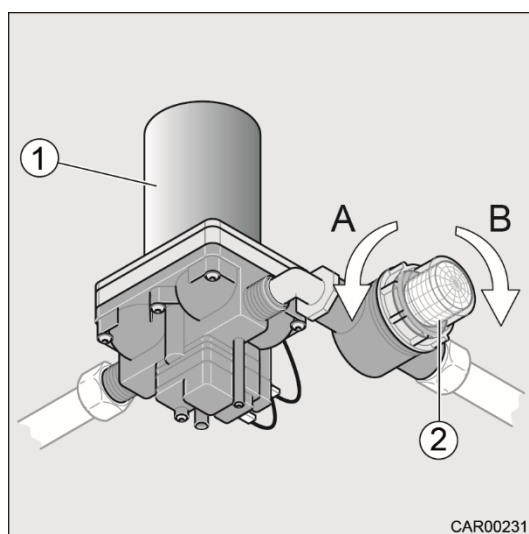

Fig. 176 Pompe refoulante
- Si lors de la première mise en service de la pompe refoulante (Fig. 176/1), le réservoir d'eau fraîche n'est pas nettoyé, des copeaux résiduels provenant de la production risquent d'endommager la pompe refoulante (Fig. 176/1).
Le camping-car est équipé d'un système d'alimentation en eau sous pression. La pompe refoulante (Fig. 176/1) est accessible depuis une trappe de rangement du côté gauche du véhicule.
Un préfiltre (Fig. 176/2) protège la pompe refoulante et le circuit hydraulique de la poussière et retient les particules en suspension. Ce préfiltre comprend un tamis métallique à fines mailles inoxydable. Le couvercle du préfiltre est transparent. Cela permet de voir facilement si le préfiltre est sale.
2. Dévisser le couvercle du préfiltre (Fig. 176/2) dans le sens anti-horaire (A) et le retirer (fermeture à baïonnette).
5. Nettoyer le boîtier du préfiltre (Fig. 176/2) et le tamis métallique.
6. Remettre le couvercle du préfiltre (Fig. 176/2) en place et le tourner dans le sens horaire (B).
- Serrez le couvercle du préfiltre (Fig. 176/2) à la main.
- En cas de chute de pression aux points de prélèvement d'eau, vérifier si le préfiltre (Fig. 176/2) est encrassé.